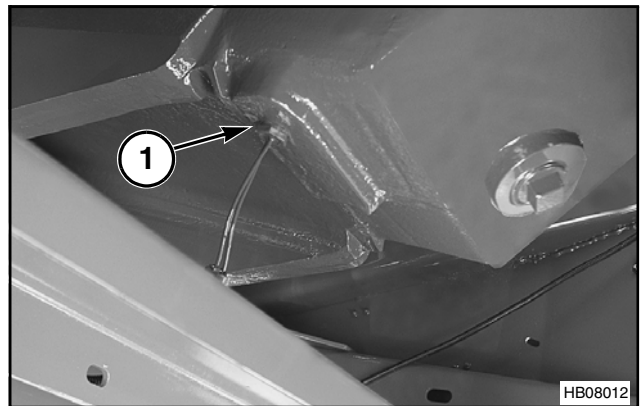

FIG. 22
FIG. 22: Kontakten til gearkasetemperaturen (1) er placeret i bunden af gearkassen. Der sendes et signal til monitoren som angiver temperaturen på gearkassens smøremiddel. Der sendes en advarsel når temperaturen bliver for høj.